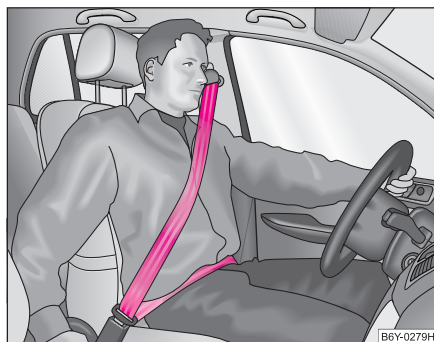

Fig. 107 Colocación de la banda del cinturón en la zona de los hombros y la pelvis
- La banda superior del cinturón no debe pasar nunca por el cuello, sino por la parte central del hombro y quedar bien ceñida al tronco. La cinta inferior del cinturón deberá discurrir sobre la pelvis, no sobre el abdomen, y ha de quedar bien ceñida ⇒ página 136, fig. 107. En caso necesario, ajustar la cinta del cinturón.